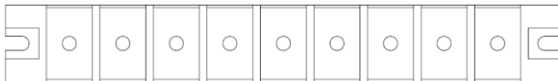

Fig 4. Diagrama del Cableado del Bloque Terminal de Entrada y Salida de 15K(L) / 20K(L)
- 4) Para SAI de 15kL/20kL, se recomienda seleccionar cable UL1015 6AWG (25mm^2) u otro cable aislado que cumpla con el estándar de AWG para cableado de entrada y salida del SAI. Es mejor utilizar 3 cables (UL1015 10AWG) conectando las entradas A/B/C por separado de la misma fuente como fig. 4.
- 6) Para 15KL/ 20KL, conecte el cable con 3 hilos de entrada a A/B/C por separado como en la fig. 4. O conecte 1 cable de entrada a la entrada C.